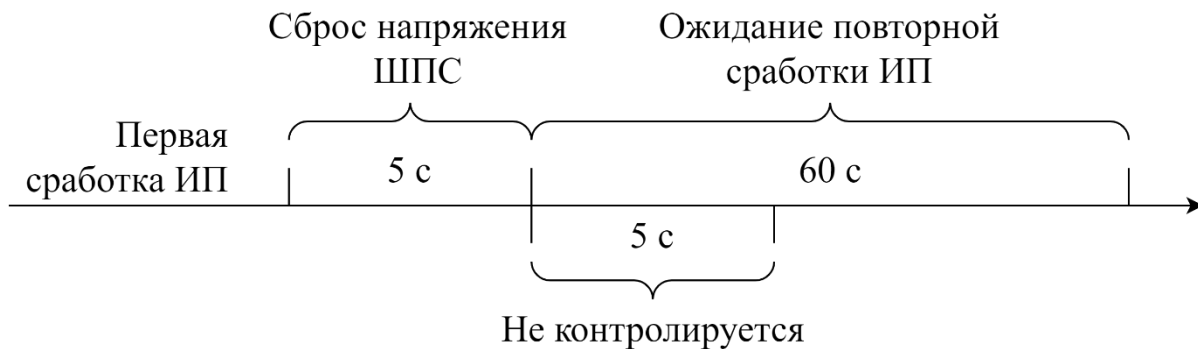

Рис. 5
- Опция перезапроса состояния ШПС (рис. 5):